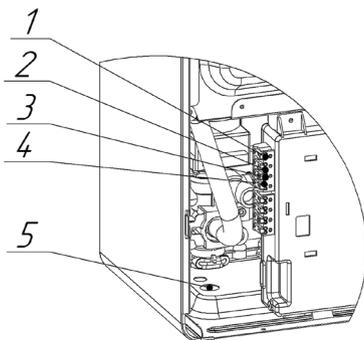

Рис. 11. Подключение дополнительных устройств
- удалить перемычку между клеммами 1 и 2 на колодке блока управления (рисунок 11);
- продеть двухпроводной кабель, идущий от термостата, через проходную муфту 5 в корпусе и подключите его к клеммам 1 и 2 (рисунок 11);
- продеть двухпроводную кабель, идущий от датчика, через проходную муфту 5 в корпусе и подсоедините его к клеммам 3 и 4 (рисунок 11);